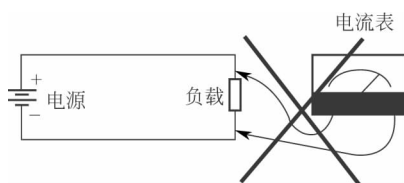

图 1-2 电流表的错误接法
④ 因为电流表的特点是内阻非常小，所以在用电流表时，绝对不允许把电流表并联在负载或电源上，如图 1-2 所示，否则电路中的电压因电流表内阻小，形成短路，极易将表损坏。电流表的量程范围一定要超过电路的实际电流的数值。如发现表针猛打到头，要立即断开电源检查原因，以防损坏表头。